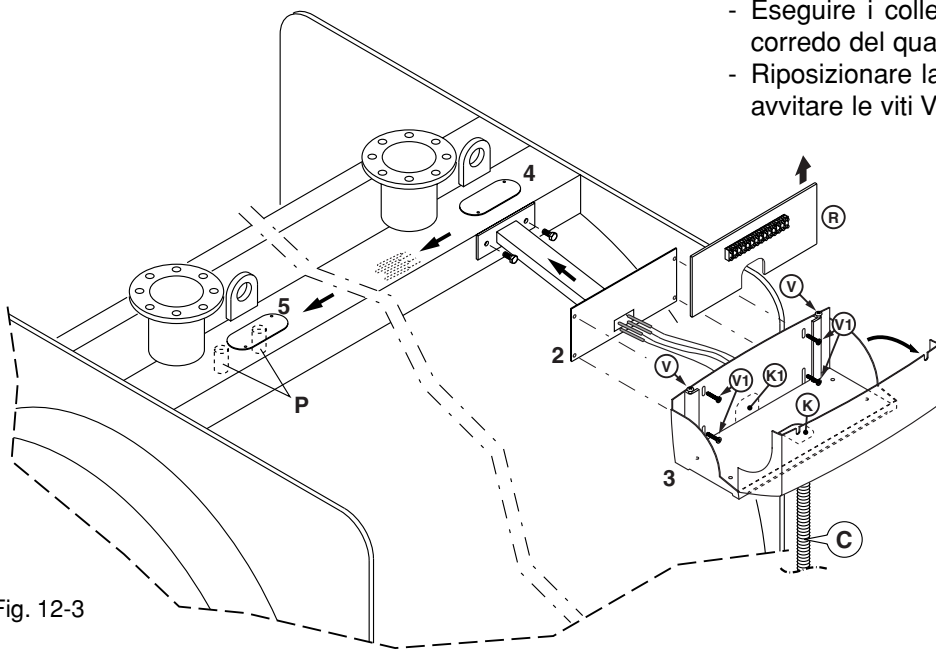

Fig. 12-3
- Allentare le viti V e ruotare in avanti la parte frontale del quadro di comando 3 (fig. 12-3)
- Inserire tutti i bulbi di termostati e termometro nel foro posteriore della staffa e farli scorrere nel tubo del supporto 2 fino alla loro uscita (fig. 12-3).
- togliere la placca 4, montare il supporto 2 alla caldaia come indicato in fig. 12-3 facendo attenzione a far passare i bulbi nel foro della caldaia e a farli scorrere verso la placca 5; togliere quindi la placca 5 ed inserire i bulbi nei pozzetti P. Al termine delle operazioni riposizionare le placche 4 e 5.